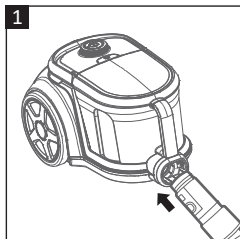

Рис. 1
- Сумістіть горловину шланга (6) з гніздом для шланга (9) на пилососі та сильно натисніть, доки вона не стане на місце (рис. 1).